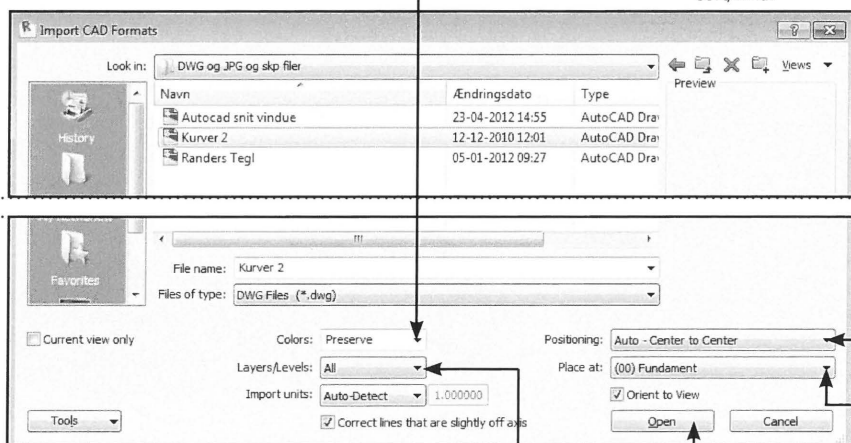

Fig. 10.69.
- Vælg indstillinger som de er og klik *Open*. På Fig. 10.69 og klik *Open*.